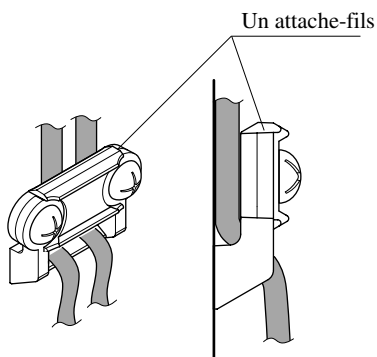

Figure 1
- 2 Faire passer les fils à travers le trou de l'attache-fils et fixez-les avec les vis. (Voir la Figure 1.)